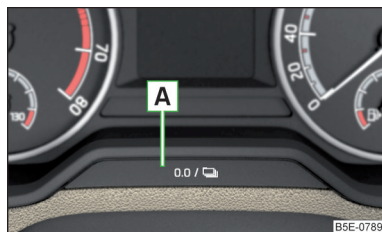

Abb. 46
- › Die Taste **A** » Abb. 46 gedrückt halten, bis im Display der Menüpunkt **Service** angezeigt wird.